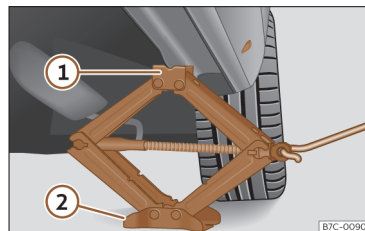

Fig. 208 Longarina: colocação do macaco do veículo.
- Rode a manivela do macaco, colocado por baixo do ponto de apoio da longarina, para levá-lo até que o ressalto ① >>> **Fig. 208** se encontre por baixo do alojamento previsto.
- Alinhe o macaco de forma a que a patilha ① «encaixe» no alojamento previsto da longarina e que a placa base móvel ② fique apoiada no chão. A placa base ② deve ficar colocada na vertical relativamente ao ponto de apoio ①.